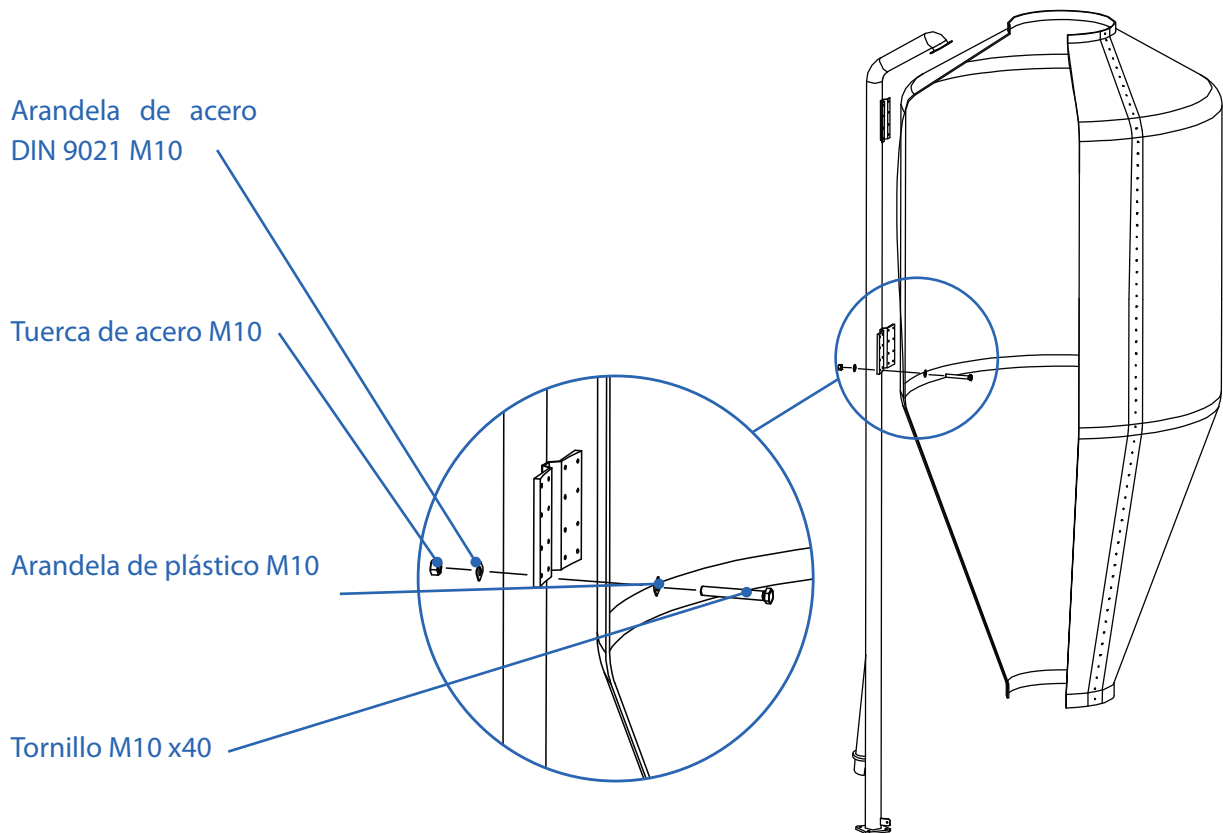

FIG. 13
9. Deben emplearse los tornillos y las tuercas tal como se indica (Fig. 13) Tuerca de acero + Arandela de acero (cuerpo exterior) - Arandela de plástico+ tornillo (cuerpo interior). Dos de las patas montadas son para aireación mientras que la tercera sirve para rellenar el silo de manera neumática.